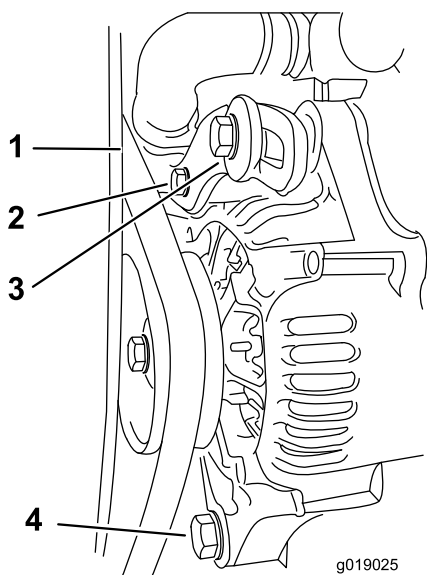

Рисунок 39
1. Для проверки натяжения приводного ремня нажмите на него большим пальцем в указанной зоне (Рисунок 39).